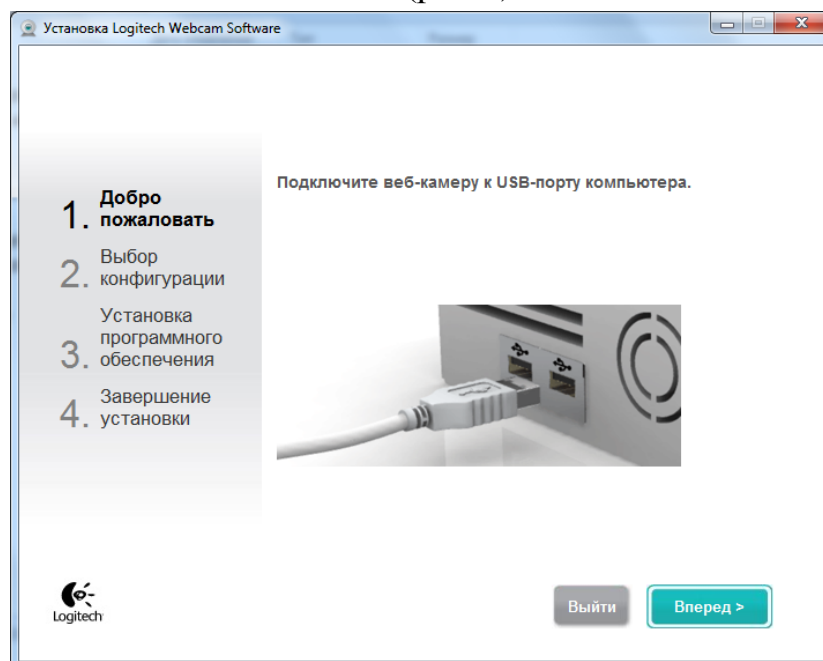

Рис. 4
5. Соединить диафаноскоп с персональным компьютером шнуром USB, входящим в комплект поставки (рис.4)